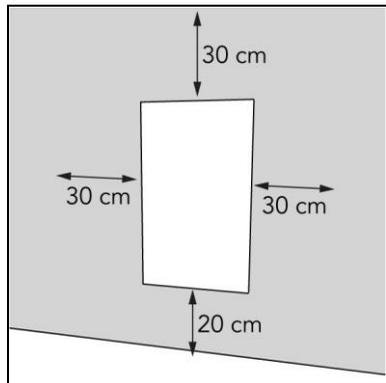

Figura 7
2. Amplasați dispozitivul la o distanță minimă (Figura 7) de: